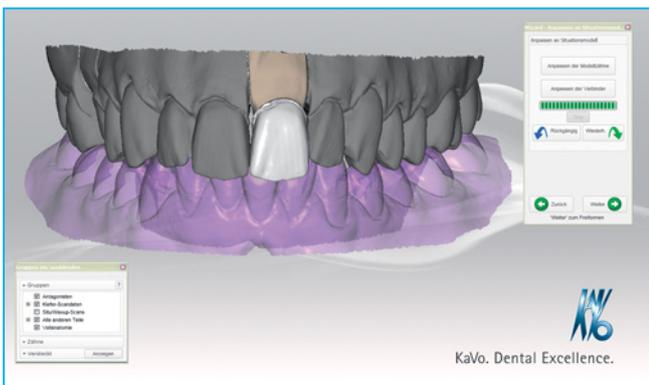

Abb. 9: Anpassung Bibliothekszahn
14.30 Uhr: Die Anpassung der Konstruktion ist erfolgt (Abb. 9).